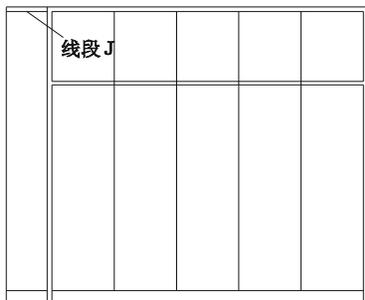
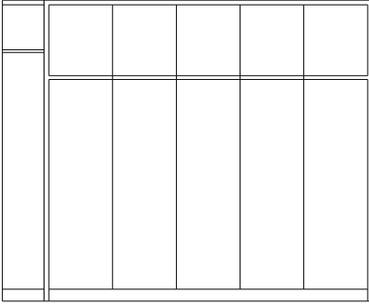

图 3-2-14
图 3-2-15
**STEP 09** 使用绘制直线命令 LINE 绘制如图 3-2-14 所示左边部分的两条横线，并删除等分点。
**STEP 10** 使用偏移命令 OFFSET 分别将如图 3-2-14 所示的线段向下偏移 380、20，如图 3-2-15 所示，其命令行操作如下：
选择要偏移的对象或 <退出> : // 单击如图 3-2-14 所示的线段 J
**STEP 11** 使用阵列命令 ARRAY 将如图 3-2-15 所示中得到的两条线段一起向下阵列 5 个，如图 3-2-16 所示，其命令行操作如下：
单击如图 3-2-17 所示对话框中“选择对象”的  按钮，返回到绘图界面，框选如图 3-2-15 所示中要阵列的两条线段，并按回车键，又返回到如图 3-2-17 所示的对话框，单击该对话框中的“确定”按钮，其结果如图 3-2-16 所示。